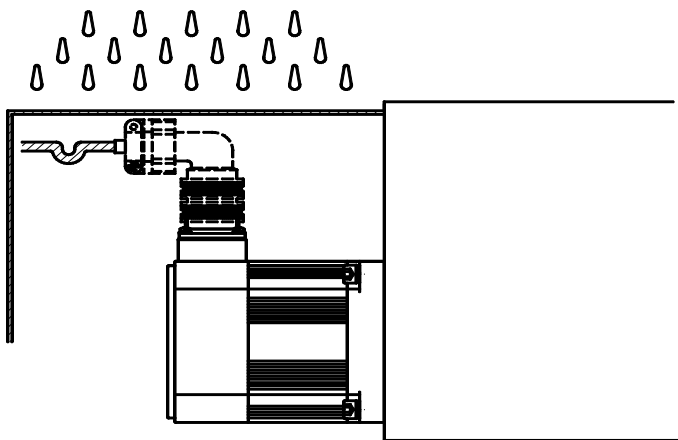

图 3
10.4 当由于所配置的机器结构的关系，难以避免要求电动机接插件侧朝上时，请务必采取相应的防护措施（见图 3）。